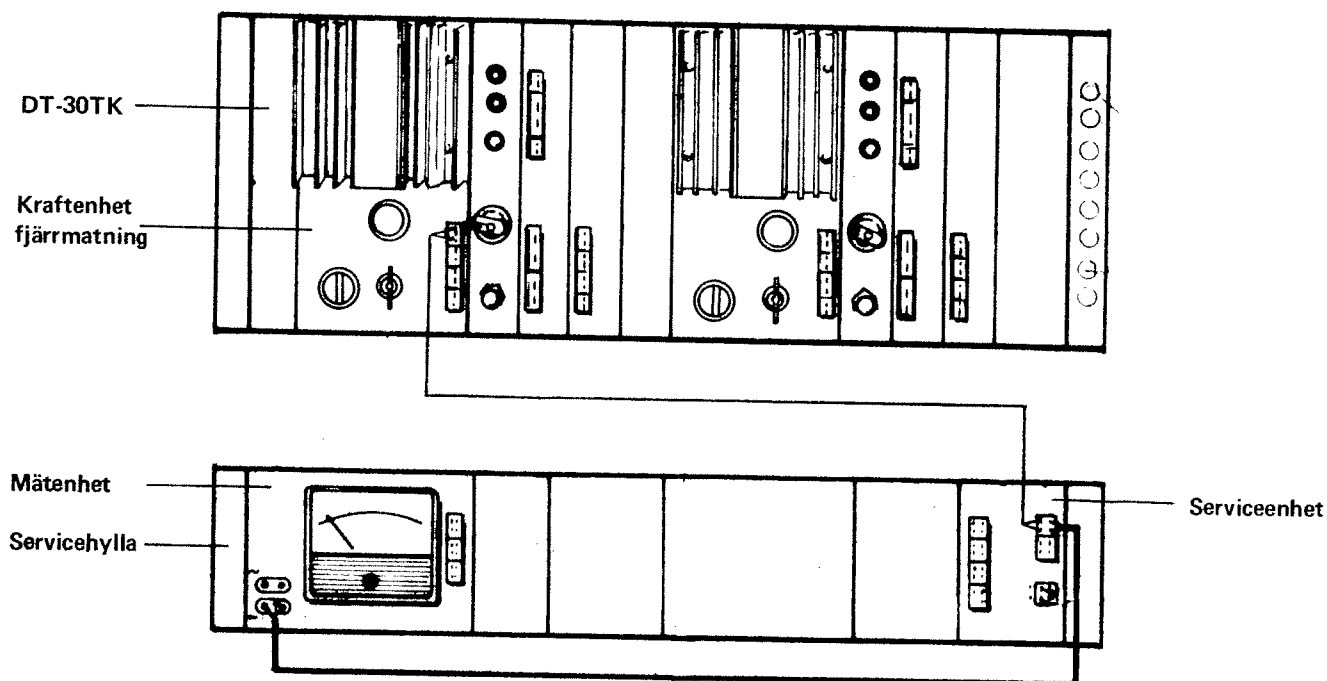

Bild 12
4.4.1 Koppla upp enligt bild 12.